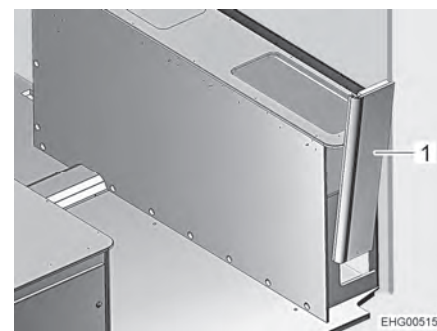

Fig. 122 Armazón de la cama a la derecha, pared lateral
- Retirar la pared lateral (Fig. 122,1) hacia arriba traqueteándola ligeramente.